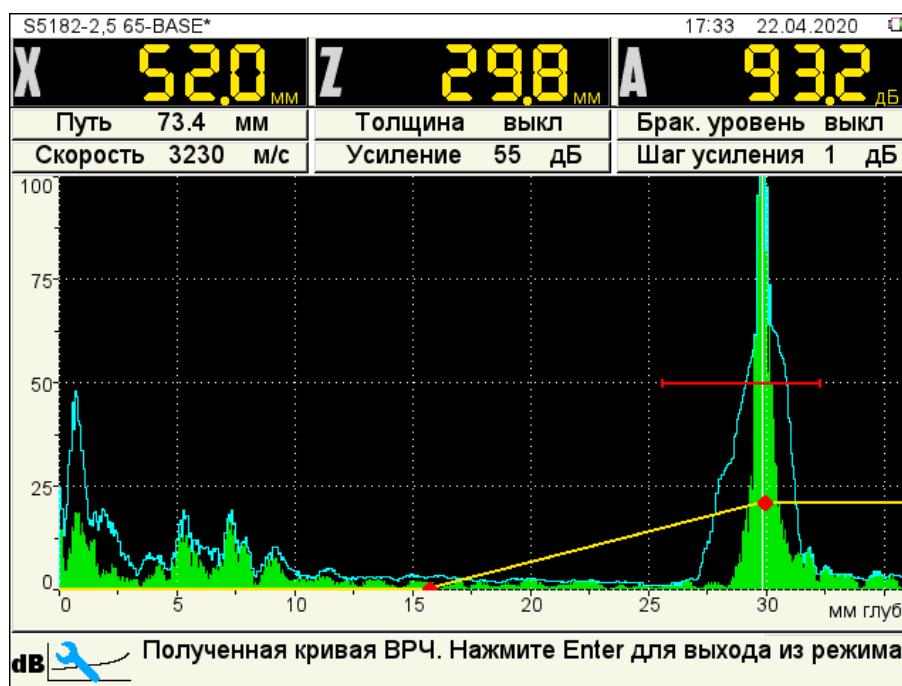

Рисунок 52
- подтвердить или отказаться от полученной ВРЧ (рисунок 52).